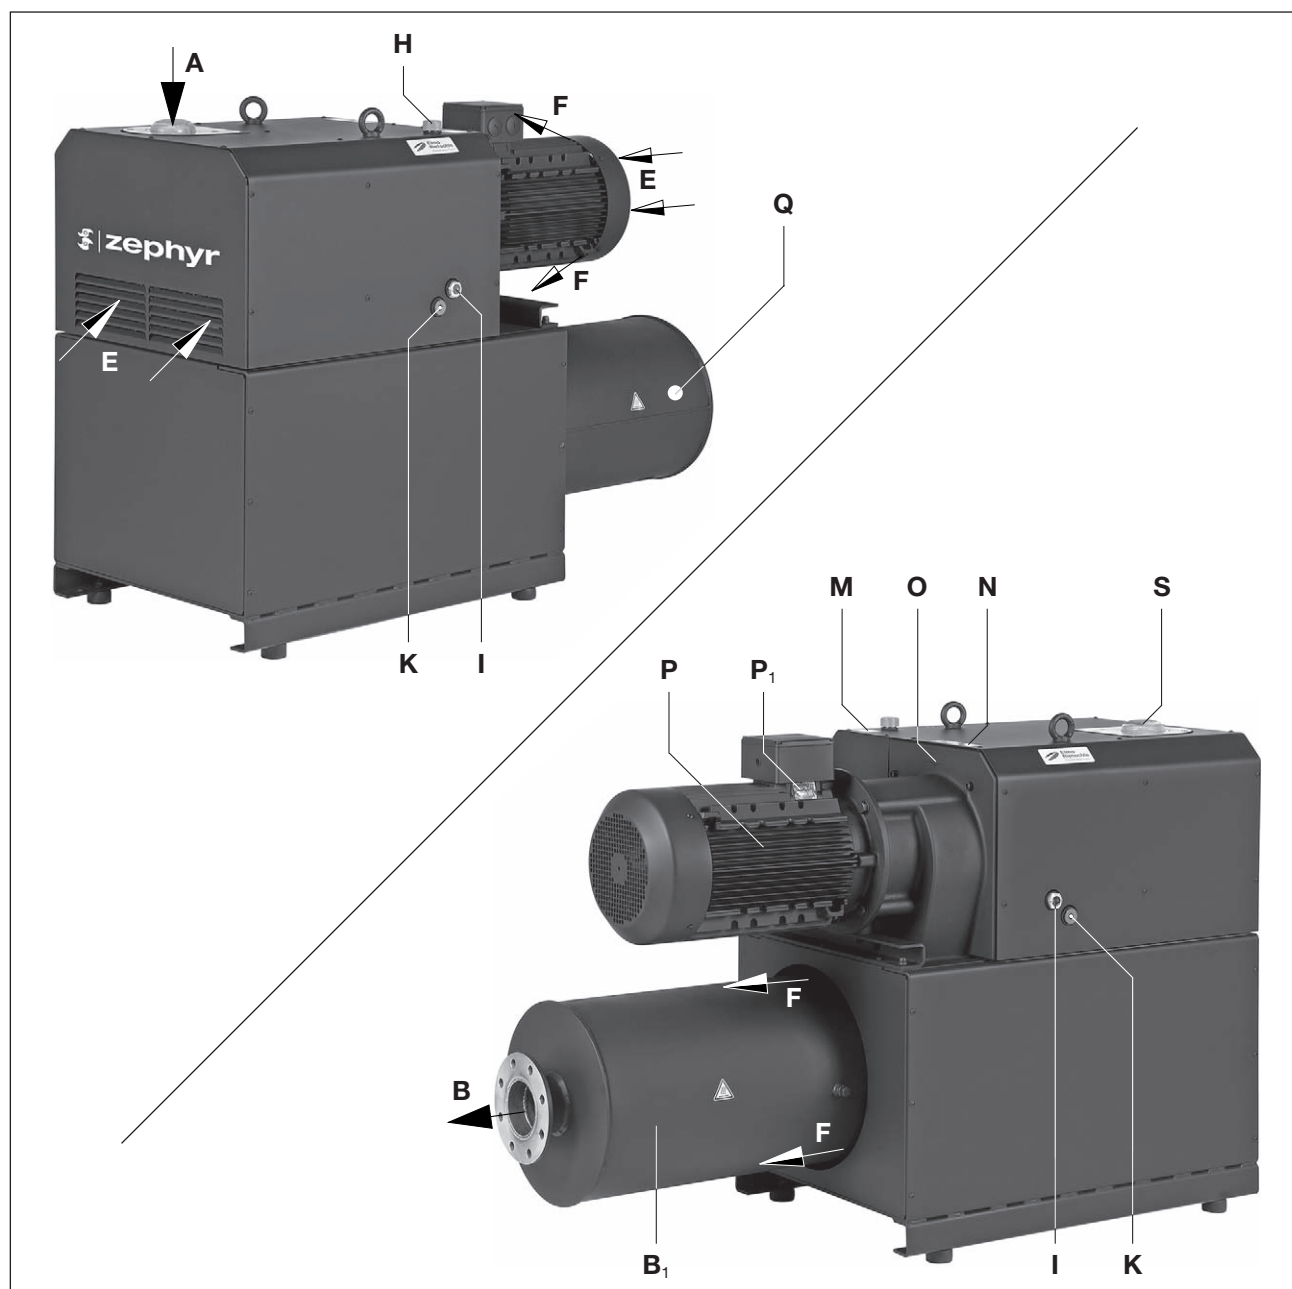

Fig. 2 Pompa per vuoto C-VLR 1000
Il tipo C-VLR 1000 sul lato dell'aspirazione ha una flangia di collegamento e sul lato della pressione un silenziatore allo scarico (Fig. 2/B1). L'aria aspirata viene pulita attraverso un filtro a rete (Fig. 2/S).
La VLR 1000 è incapsulata in una calotta di isolamento. Per eliminare il calore della compressione, l'aria di raffreddamento viene aspirata con l'ausilio di un ventilatore che aspira l'aria fresca (Fig. 2/E) e che soffia via l'aria calda dall'uscita dell'aria di raffreddamento (Fig. 2/F), fra il compressore e la calotta.
Riempimento olio (Fig. 2/H), finestrelle ispezione olio (Fig. 2/I) e scarichi olio (Fig. 2/K) devono essere facilmente accessibili.
Gli ingressi dell'aria di raffreddamento (Fig. 2/E) e le uscite dell'aria di raffreddamento (Fig. 2/F) devono avere una distanza di almeno 30 cm dai muri circostanti. L'aria di raffreddamento fuoriuscita non deve essere riaspirata.
Per i lavori di manutenzione, prevedere almeno 40 cm di distanza dai filtri di aspirazione (Fig. 2/S).
- a) Togliere le pellicole sul raccordo del vuoto (Fig. 2/A) e inserire il filtro a rete (Fig. 2/S) con la bombatura verso l'alto.
- c) L'aria aspirata può essere rimossa attraverso il silenziatore allo scarico (Fig. 2/B) o essere eliminata attraverso la flangia e una tubatura.
- a) Riempire con olio lubrificante (tipi adatti vedi “Manutenzione”) per le ruote dentate e i cuscinetti attraverso il riempimento (Fig. 2/H) fino a metà delle finestrelle di ispezione (Fig. 2/I).
Durante il funzionamento, le superfici dei componenti (Fig. 2/Q) possono superari i 70°C. Evitare di toccare le superfici calde (contrassegnate da appositi cartelli)!
- ▷ Il senso di rotazione previsto dell'albero di azionamento è contrassegnato dalla freccia (Fig. 2/O) sulla flangia motore.